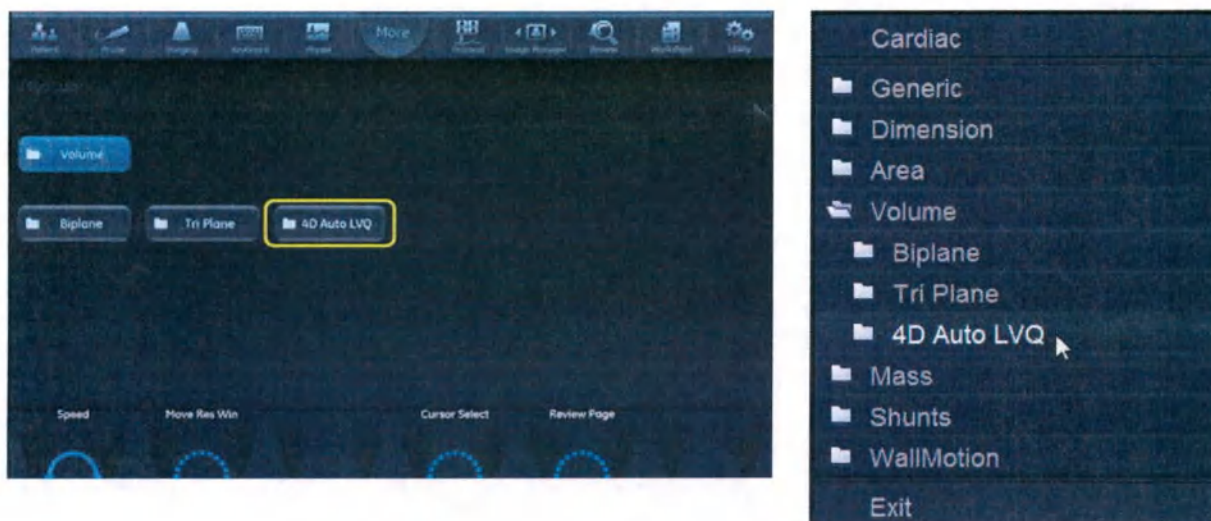

Рис. 8-49. Выбор измерения 4D Auto LVQ
3. Выберите **Volume/4D Auto LVQ** (Объем/Автоматический количественный анализ ЛЖ в режиме 4D) (Рис. 8-49).